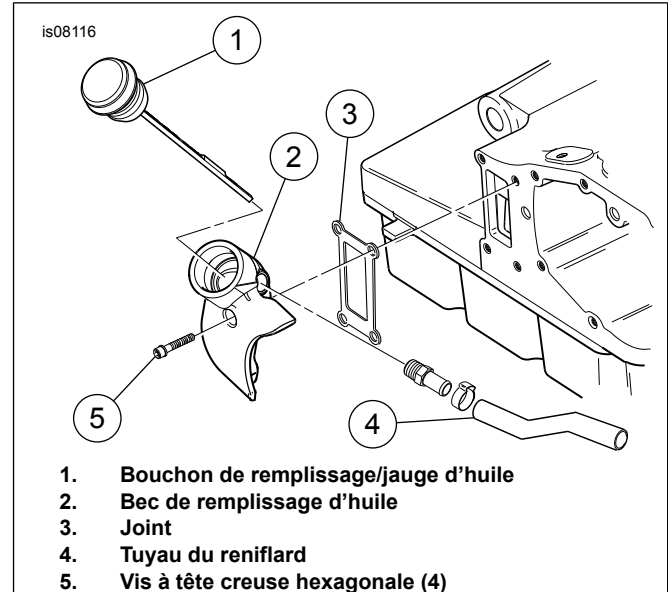

Figure 1. Retirer le bec de remplissage d'huile (modèles FLT uniquement)
3. **Pour tous les modèles sauf les modèles FLT :** Voir le manuel d'entretien. Installer le démarreur neuf. Passer à l'étape 4. **Pour les modèles FLT :** Voir Figure 1. Lors de l'installation de ce démarreur sur les motos modèles FLT, retirer le bec de remplissage d'huile. Pour retirer le bec de remplissage d'huile sur les modèles FLT : Il est difficile d'atteindre les vis mais elles peuvent être retirées avec précaution sans déconnecter le système d'échappement.
- b. Retirer le bouchon de remplissage/jauge d'huile (1) et mettre de côté.
- c. Laisser le tuyau de reniflard (élément 4, le cas échéant) sur le bec de remplissage d'huile (2). Retirer les quatre vis à tête hexagonale creuse (5) maintenant le bec verseur sur le carter de transmission. Retirer le bec de remplissage d'huile. L'envelopper d'un chiffon d'atelier et le mettre de côté, à l'écart.
- f. Mettre le joint neuf (3) en place et rattacher le bec de remplissage d'huile. Serrer les vis à un couple de 9,5 à 12,2 N·m (7 à 9 lb·pi).